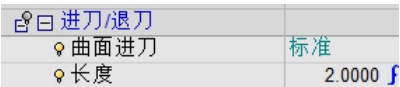

图 4-29 进刀/退刀 (3)
- 展开“刀路参数”选项，在“进刀/退刀”中设置“曲面进刀”为“标准”；其他参数如图 4-29 所示。